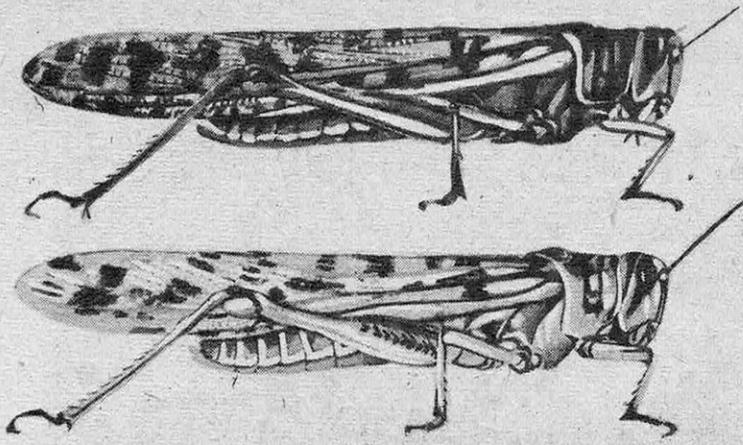

FIG. 2. — LE CRIQUET PÈLERIN (FORME ADULTE)
taire (1). Les larves solitaires sont vertes et peu actives, confinées dans les buissons, où elles s'alimentent assez peu ; l'adulte est grisâtre et présente à peu près la même biologie (fig. 2 et 3).
Sous l'influence de modifications mal définies des conditions météorologiques — qui semblent dépendre directement ou indirectement d'une augmentation d'activité des taches du soleil — la prolificité des solitaires augmente. Comme ils conservent l'habitude de se réfugier dans les buissons, ils ne tardent pas à s'assembler en très grand nombre dans les rares arbustes du désert. Le rapprochement d'une multitude d'individus en un espace restreint provoque alors une série de perturbations physiologiques qui aboutissent à la formation de la phase grégaire. Les larves grégaires sont noirâtres ou brunâtres, très actives, douées d'un appétit vorace ; elles migrent en bandes gigantesques où sont mélangés tous les stades et dont le comportement sera décrit plus loin ; les adultes, à ailes plus longues que les solitaires (fig. 2, 3, et 4), donnent la « nuée de sauterelles » proprement dite, qui se déplace avec une grande rapidité et peut couvrir d'énormes distances.